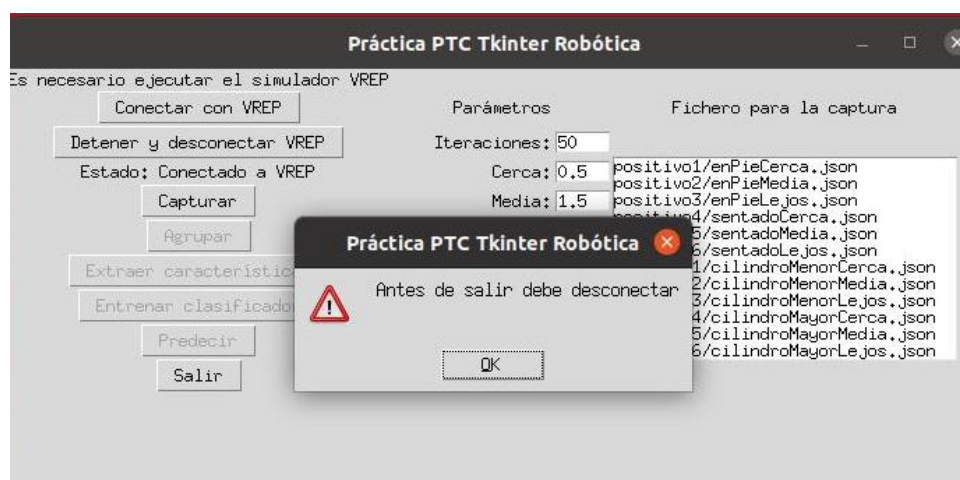

Figura 10
**Botón Salir:** Debe comprobar primero el estado de la conexión. Si no se ha desconectado del simulador entonces debe usar `messagebox.showwarning()` para advertir que se debe desconectar primero del simulador como en la Figura 10.